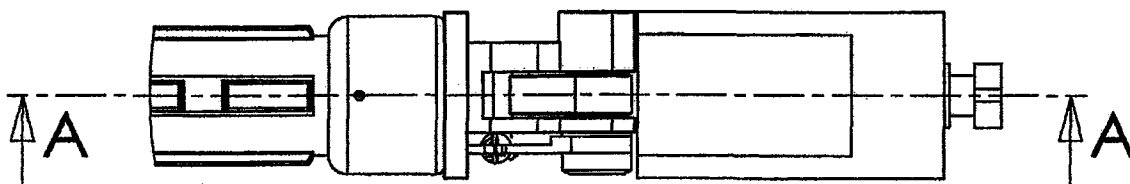

Figure 9
- Cette poignée est liée au câble de déverrouillage de secours qui agit sur le levier 101 de l'étrier de déverrouillage. (voir Figure 9 page DR 9/13)